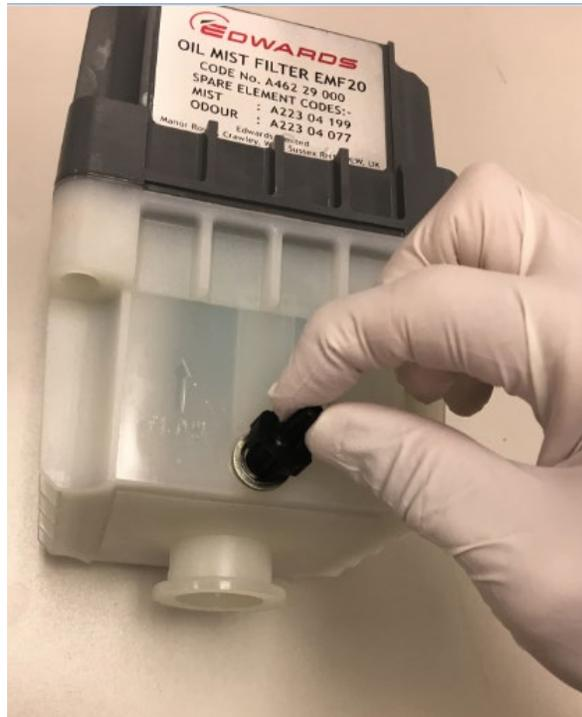

Abbildung 23: Anbringen des dünnen Schlauchadapters
- 2) Bringen Sie den dünnen Schlauchadapter an. Ziehen Sie ihn handfest an. Siehe Abbildung 23.